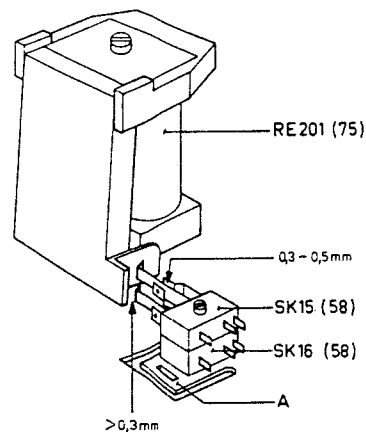

Fig. 16
- Einstellen geschieht durch Biegen der Kontakte (siehe Abb. 16).
- Der Abstand zwischen der Anschlagplatte des Magneten RE201 (75) und dem Mittelkontakt des Schalters 58 soll grösser als 0,3 mm sein.
- Einstellen geschieht durch Biegen von Nocken A (siehe Abb. 16).